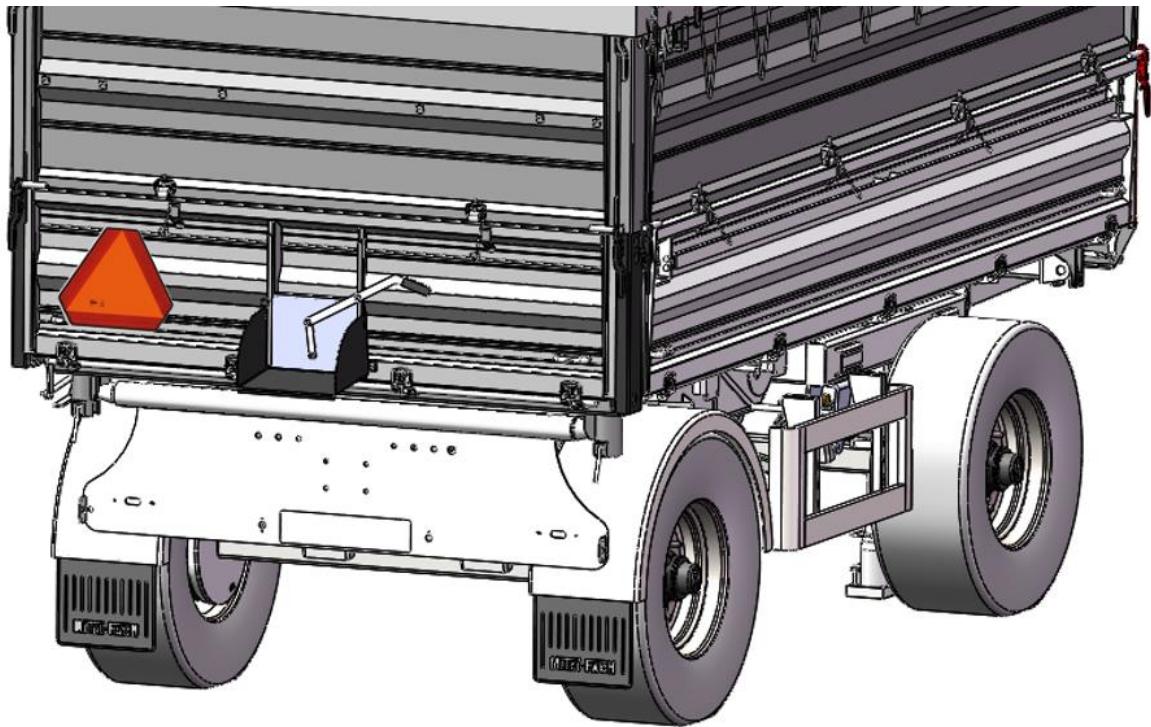

Abbildung 20. Lage der dreieckigen Warntafel für langsam fahrende Fahrzeuge
- Ziehen Sie den Bolzen, der den Kasten mit dem Fahrgestellrahmen verbindet, aus der Öffnung heraus (Abb. 20, Abb. 21):